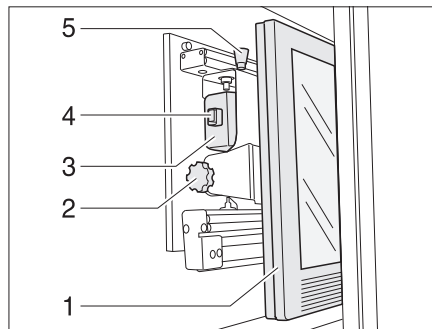

Bild 138 TV-Schrank
- Entriegelungsknopf (Bild 138,5) drücken und Halterung für den Flachbildschirm am Griffstück (Bild 138,4) bis zum Anschlag nach vorn ziehen.
- Entriegelungsknopf (Bild 138,1) ziehen und Flachbildschirm (Bild 138,2) in die gewünschte Position schwenken.
- Rändelschraube (Bild 138,3) lösen.